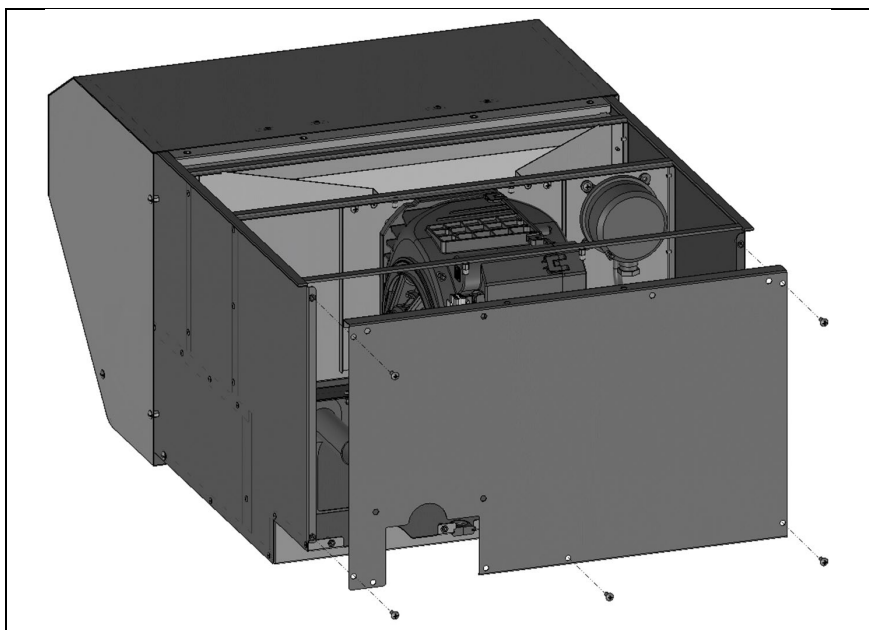

Abb. 9: Demontage rückseitige Einhausung Haube
7. Entfernen der rückseitigen Einhausung der Haube, durch lösen der Verschlusschrauben (Abb. 9).